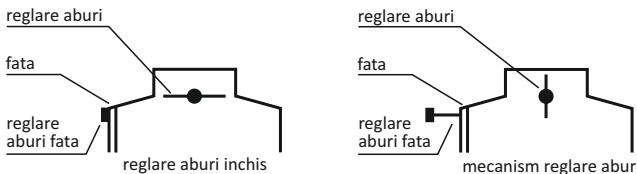

Fig. 5. Exemplu de reglare a aburilor.
- capacul din fata tăvii de cenușă, prin reglarea alimentării cu aer în partea inferioară a cuptorului (vezi fig. 5).